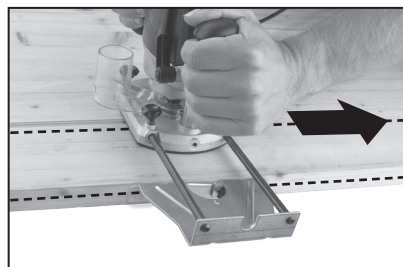
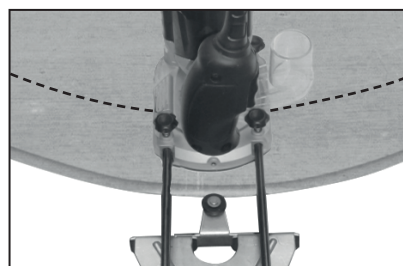

Abb. 2
Abb. 3
- ➔ Zum Fräsen von parallelen, geraden Linien ist es nicht erforderlich, ein Führungsräder an der Seitenführung anzubringen, siehe Abb. 2. Zum Fräsen von parallelen Rundprofilen JA, siehe Abb. 3.